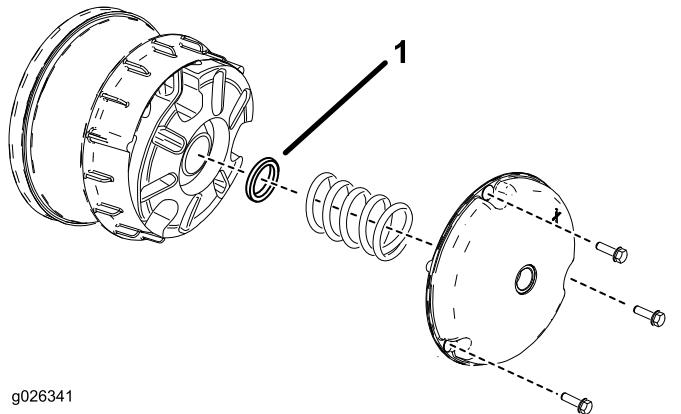

Figure 64
2. Retirez les boulons qui fixent le couvercle de l'embrayage primaire, comme montré à la Figure 64.